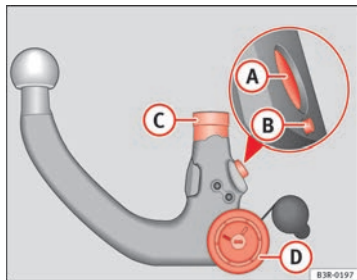

Abb. 153 Abnehmbare Anhängervorrichtung: Kugelstange
- Überprüfen Sie die Kugelstange am Verriegelungsbolzen **A**, Auslösebolzen **B**, Einsteckschaft **C** und Handrad **D** ⇒ Abb. 153 auf Verschmutzung und Beschädigung.